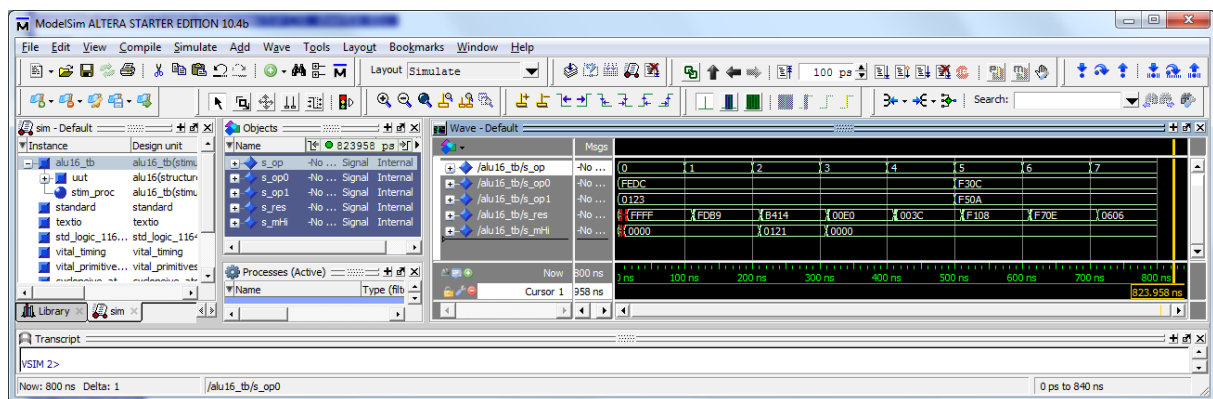

Figura 16 – Resultados da simulação temporal da ALU de 16 bits com a *testbench* “ALU16\_Tb”.
11. A simulação arrancará automaticamente, através de uma *script* gerada pelo “Quartus Prime” e de acordo com a configuração realizada no ponto 7. Analise os resultados da simulação (que deverão ser semelhantes aos apresentados na Figura 16) e observe os atrasos de propagação entre a modificação dos operandos de entrada e a atualização do resultado à saída da ALU. Faça “Zoom In” das forma de onda na janela “Wave” de forma a observar as múltiplas transições espúrias (*glitches*) que ocorrem sempre que o resultado da ALU é atualizado. A que se devem estes *glitches*?